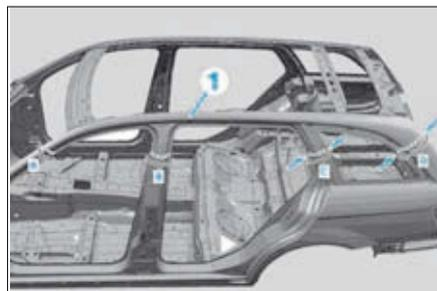

FIG. 158
- Tracer puis découper la traverse latérale du pavillon (1) en suivant les lignes tracées dans les zones (A, B, C et D) (Fig.158).